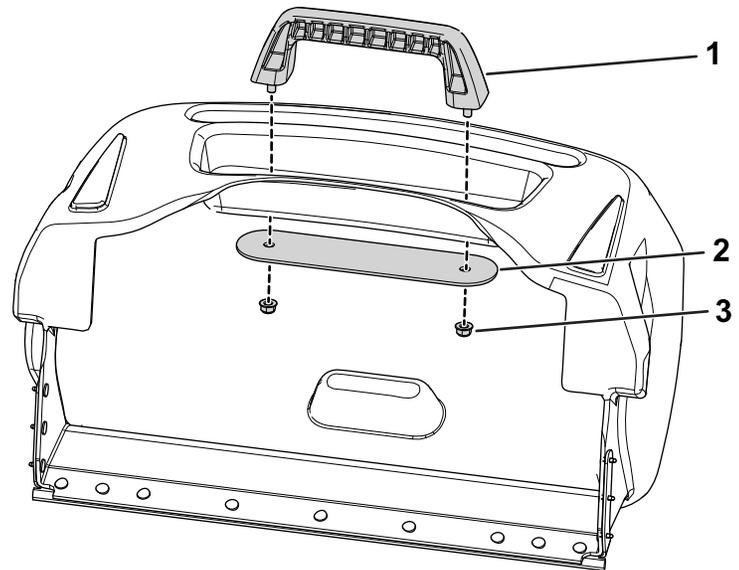

図 18
3. 取っ手部分にとって、サポートプレート、ナットを外す 図 18。
2. 先ほど外したナットで、取っ手とサポートプレートを集草バスケットに固定する 図 18。